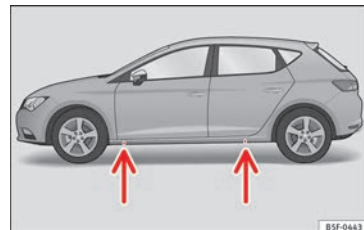

Fig. 74 Travessa: marcas.
- Procure na longarina a marca do ponto de apoio do macaco (zona afundada) mais próximo da roda a substituir » » » **Fig. 74**.